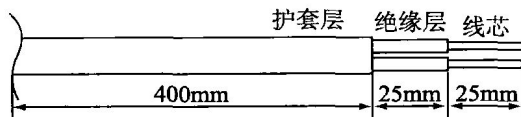

图 1-16 剥削护套线绝缘层的尺寸
(3) 用电工刀按图 1-16 所示尺寸对二芯护套线的导线进行绝缘层剥削。